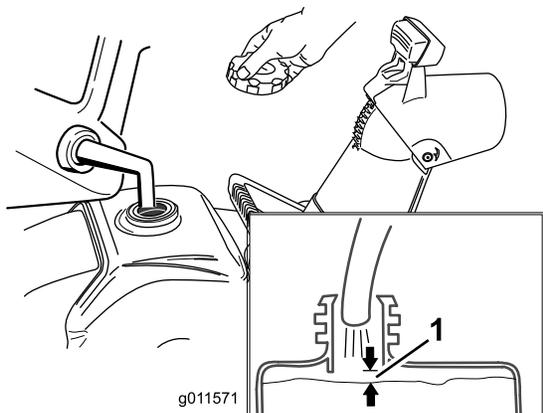

Рисунок 12
В топливный бак газонокосилки разрешается заливать только неэтилированный бензин с октановым числом не ниже 87. Приобретать бензин рекомендуется только на заправочных станциях известных фирм-производителей (Рисунок 12).
1. Убедитесь в том, что бак не переполнен (см. Рисунок 12), а крышка заливной горловины установлена на штатном месте.
3. Очистите поверхность вокруг крышки маслозаливной горловины (Рисунок 12).